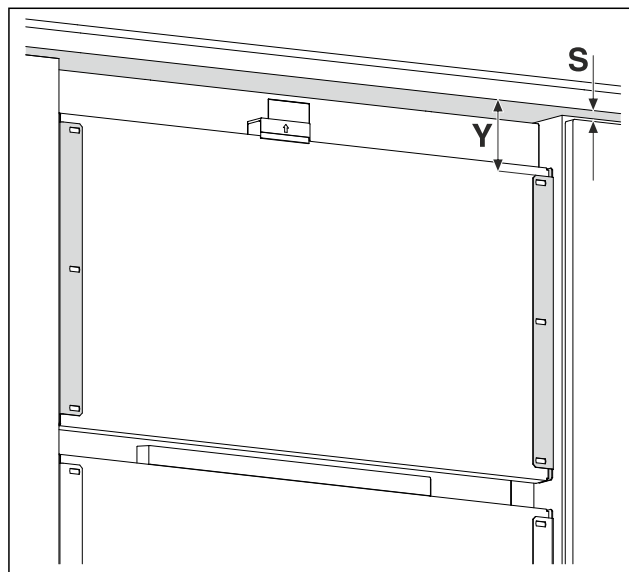

Fig. 16 Przykładowa prezentacja
- ▶ Zmierzyć odstęp Fig. 16 (Y) od dolnej krawędzi przodu mebla do kątownika mocującego.
- ▶ Zmierzyć odstęp Fig. 16 (S) od dolnej krawędzi mebla do górnej krawędzi drzwi mebla.